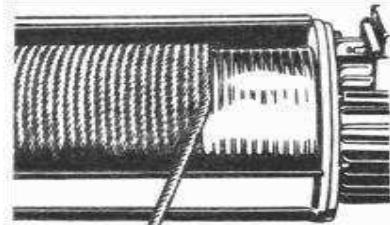

Рис. 15
- канат, выходящий из окошка на кожухе, наклонно перемещается по уже намотанным виткам каната на барабане – рисунок 15;